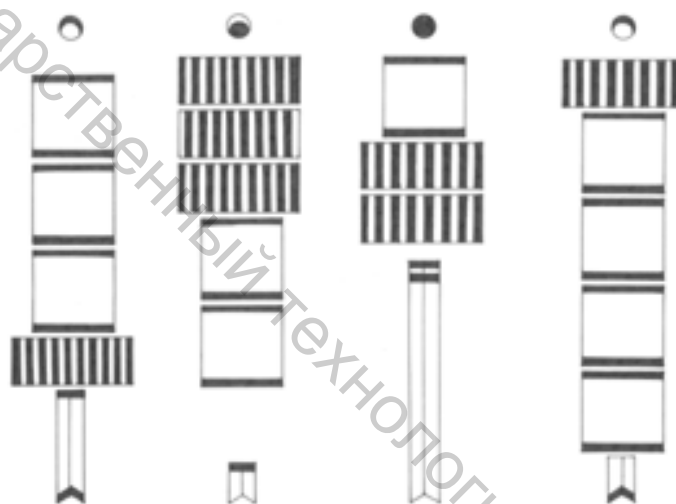

Рисунок 4 – Принцип неприкосновения
- несоприкосновение (формы - на некотором расстоянии друг от друга) (рисунок 4).